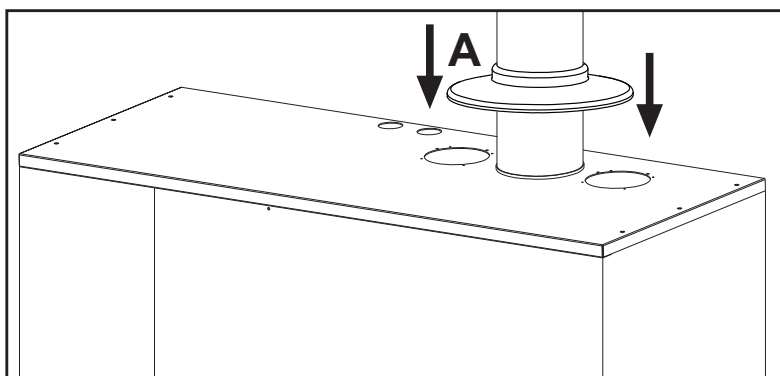

fig. 50 - Inserimento rosone
**IMPORTANTE:** In caso di installazione in armadio (Kit 016071X0) inserire sul condotto fumi l'apposito rosone (part. A - fig. 50) anti-pioggia. Assicurarsi che il rosone anti-pioggia sia bene appoggiato alla sommità superiore dell'involucro. Il montaggio incorretto del rosone può consentire l'infiltrazione di pioggia, con conseguente possibile deterioramento o danneggiamento della caldaia.